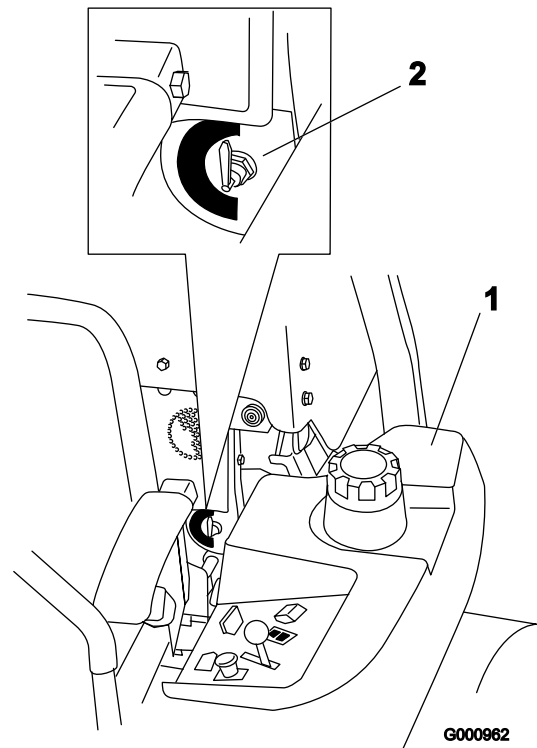

Figura 6
La unidad tiene dos depósitos de combustible. Un depósito está en el lado izquierdo y el otro está en el lado derecho. Cada depósito está conectado a la válvula selectora de combustible. Desde allí, un tubo de combustible común va al motor (Figura 6).
Para utilizar el depósito de combustible del lado izquierdo, gire la válvula selectora de combustible a la posición de la izquierda (LH). Para utilizar el depósito de combustible del lado derecho, gire la válvula selectora de combustible a la posición de la derecha (RH) (Figura 6).